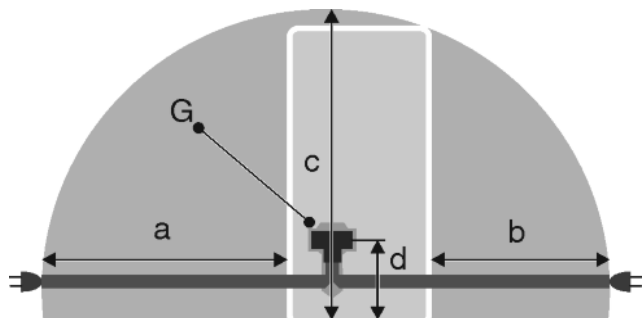

Fig. 22
- Розетка знаходиться за межами зони задньої стінки пристрою у заданому діапазоні *Fig. 22 (a, b, c)*.
- ▶ Штекер пристрою *Fig. 22 (G)* вставити на задній стінці пристрою. Слід звернути увагу на належну фіксацію.